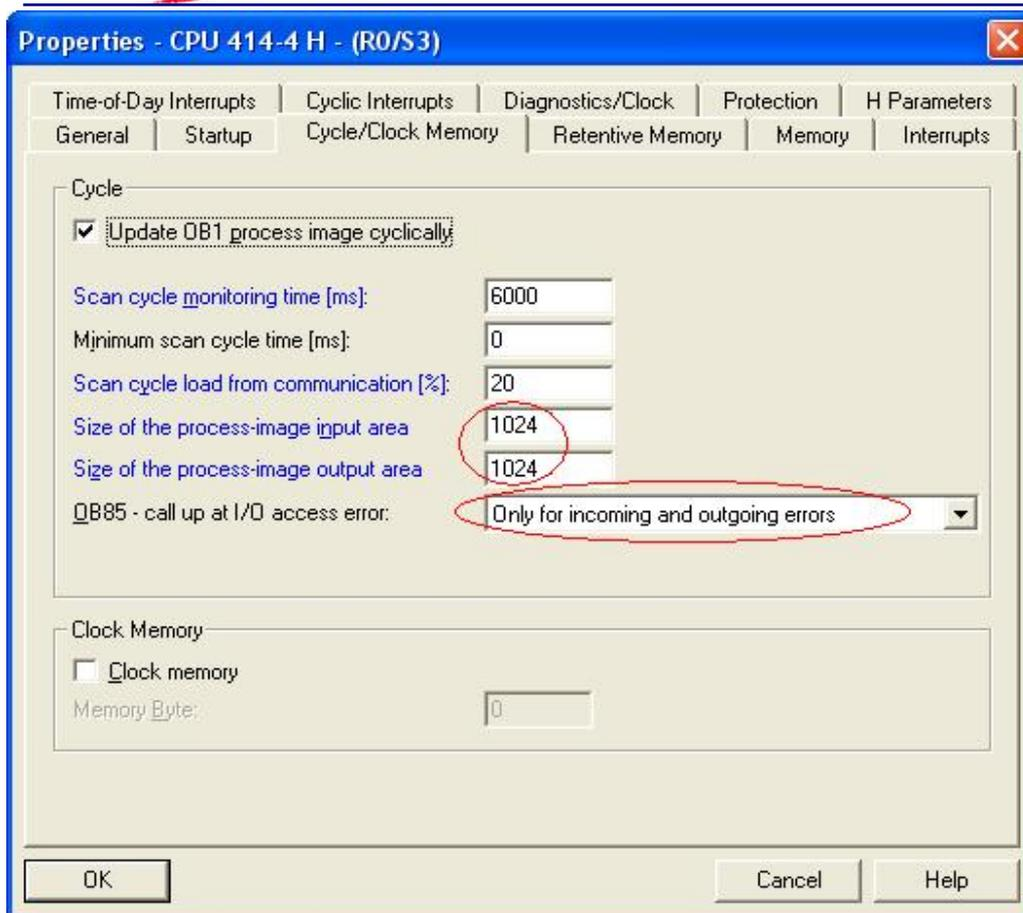

图 4-1
- ✚ 使用冗余模块时, 从“HW Config -> CPU 41x-H 属性”Cycle/Clock Memory”, 然后设置下列参数: “OB 85 调用 I/O 访问的错误-> 只有进入和离开的错误”。如图 4-1